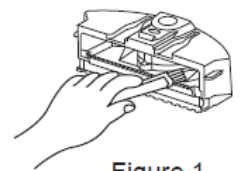

Figure 1
1. Entpacken Sie die Mülleimer durch Drücken der roten Taste auf der Oberseite. (Siehe Abbildung 1 und Abbildung 2 Abbildung)